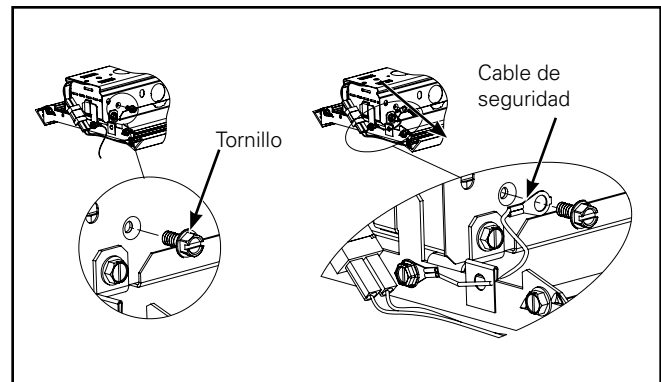

Figura 6.
6. Para instalar el cable de seguridad, retire el tornillo del conjunto del canal y vuelva a conectar el cable de seguridad con el mismo tornillo. (Figura 6.)